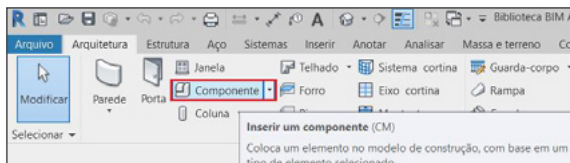

Figura 22 – Acesso ao botão “Componente”.
- Na aba “Estrutura”, painel “Estrutura”, clique no botão “Componente” ou tecle “CM” para ativar o comando de inserir componentes (Figura 22);